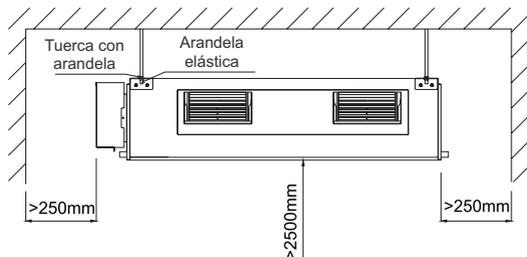

Fig.2
- (1). Instale la unidad en un lugar en un lugar suficientemente fuerte como para sujetar la unidad.
- (2). La entrada y salida de aire de la unidad no deben bloquearse nunca de manera que el caudal alcance todos los rincones de la estancia.
- (3). Deje espacio de servicio alrededor de la unidad como se indica en la Fig. 2